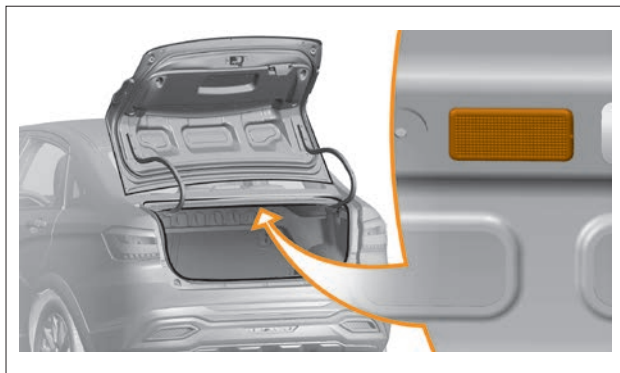

Рис. 6.12.4. Плафон освещения багажного отделения
**Лампа освещения багажного отделения.** Для замены лампы в плафоне освещения багажного отделения проделайте следующие действия (рис. 6.12.4, 6.12.5, 6.12.6):